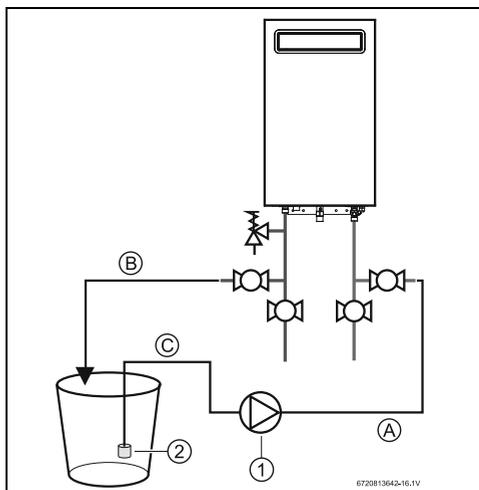

Fig. 44
- ▶ Raccorder une conduite (A) de la sortie de la pompe de circulation (fournie par l'installateur) vers le raccord de vidange en entrée sur le chauffe-eau (voir fig. 44.)
- ▶ A l'aide d'une autre conduite (B), brancher le raccord de vidange en sortie sur le chauffe-eau. Placer l'autre extrémité de cette conduite dans un réservoir de détartrage.
- ▶ A l'aide d'une 3e conduite (C) provenant du réservoir de détartrage, raccorder le côté d'entrée de la pompe de circulation. Installer un filtre sur l'extrémité de la conduite placée dans le réservoir de détartrage.